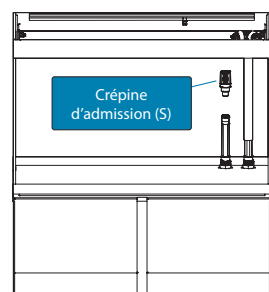
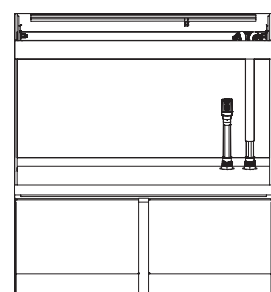
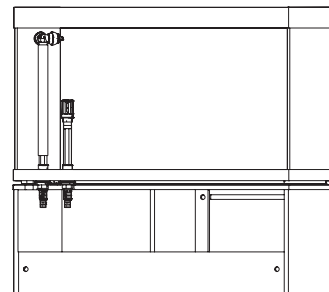

Fig. 5
Fig. 6
Fig. 7
- Insérer la crépine d'admission (S) dans le tube de raccordement (A) (Fig. 5). Le résultat de l'assemblage final est affiché aux Fig. 6 et Fig. 7.
**!** **ATTENTION!** Ne jamais forcer les tubes de raccordement (A) de travers, car cela peut endommager les systèmes d'entrée et de sortie d'eau ainsi que le bac en verre. Si un système de filtration différent qui ne requiert pas les systèmes d'entrée et de sortie d'eau fournis avec l'aquarium (p. ex. un filtre submersible) est utilisé, rétablir les conditions initiales en retirant les deux tubes de raccordement (A) et en fermant les ouvertures (O) et (I) avec les bouchons (P) et (Q). Le bouchon (Q) assure l'étanchéité et doit être inséré dans son siège à l'aide d'une pression. Le bouchon (P) est conçu pour protéger le bouchon (Q) et assurer que ce dernier demeure bien en place. Visser le bouchon (P) à la main seulement, jusqu'à ce qu'il ne tourne plus, en prenant soin de ne pas le forcer. **NE PAS UTILISER D'OUTILS, CAR CEUX-CI PEUVENT ENDOMMAGER L'APPAREIL.**